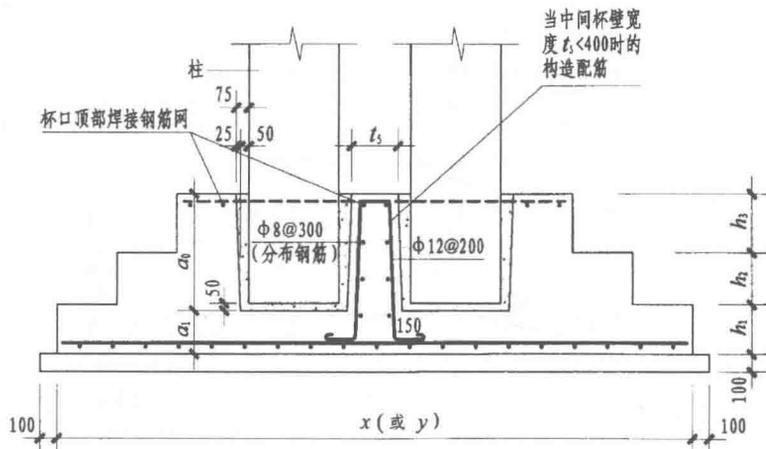
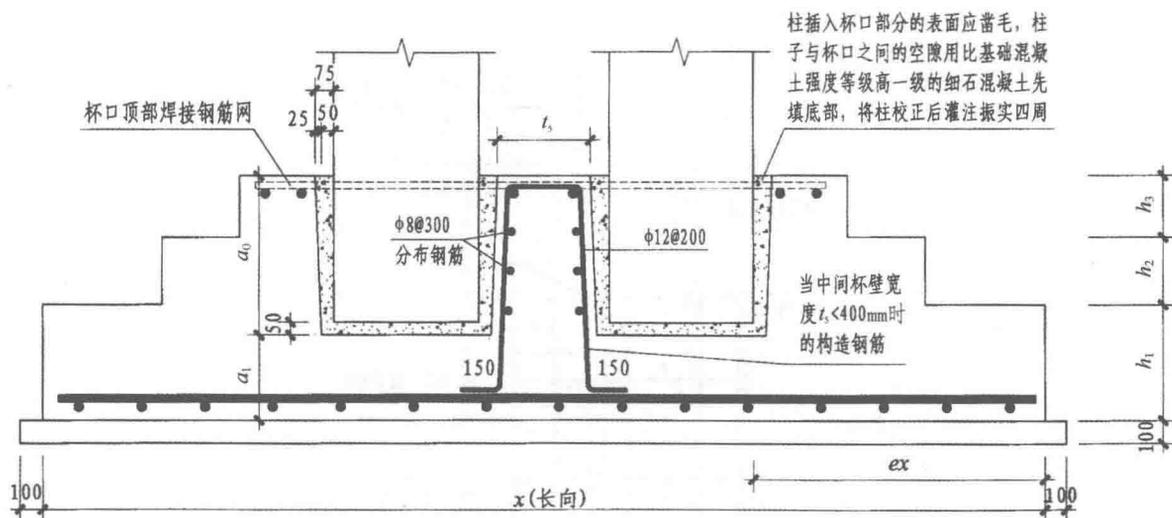

图 1-27 双杯口独立基础构造
图 1-28 双杯口独立基础钢筋排布构造
双杯口独立基础构造如图 1-27 所示，钢筋排布构造如图 1-28 所示。
2) 当双杯口独立基础的中间杯壁宽度 $t_3 < 400\text{mm}$ 时, 才设置图 1-28 中的构造钢筋。
(3) 高杯口独立基础构造